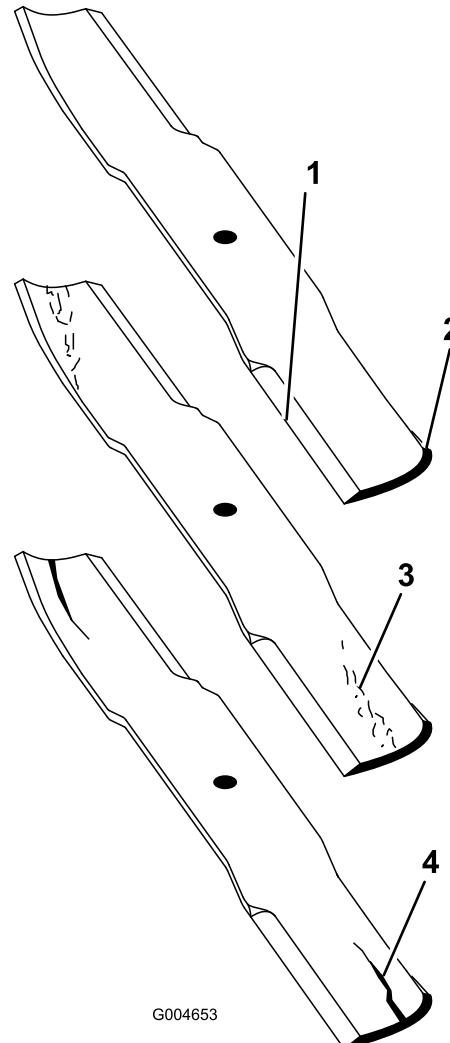

图 21
3. 检查刀刃图 21。如果刀刃不够锋利或有裂痕请清除裂痕并磨快刀片。请参阅“磨快刀片”磨快刀片(页码 17)。
4. 检查刀片特别是刀翼区图 21。如果您注意到此区域有任何损坏、磨损或形成凹槽图 21 应立即安装新刀片。